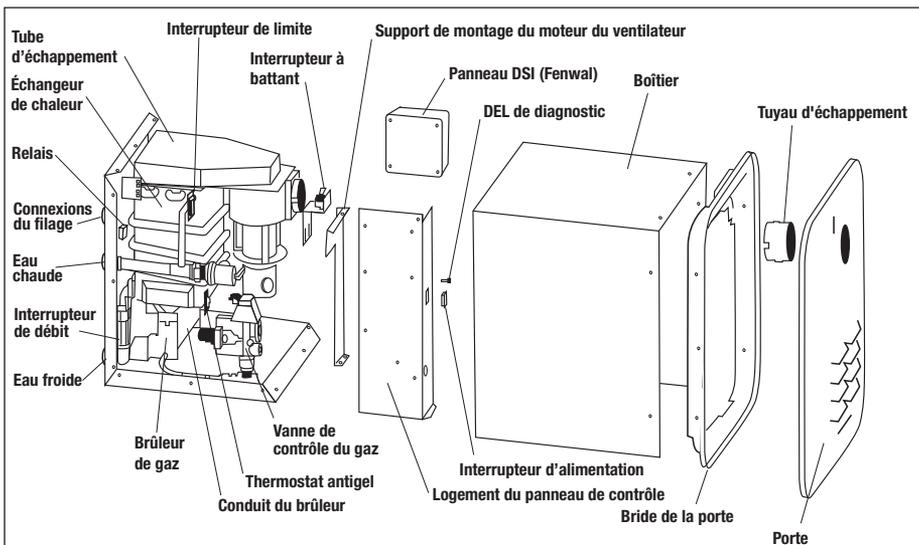

Figure 9 - Vue éclatée du modèle GSHW-1 et identification de ses principales composantes
1. **Figure 9** : Montre une vue éclatée du chauffe-eau GSWH-1 avec le nom de toutes les composantes.